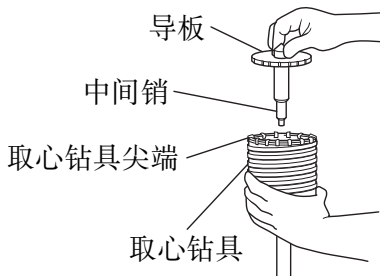

图 35
- (3) 把中间销插入於导板上直到受挡阻为止。
- (4) 把导板和取心钻具拼装起来，往右向或左向转动导板，直到朝下也不掉落（图 35）。